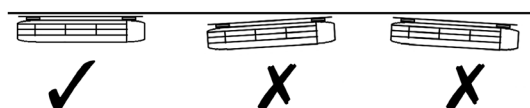

Figura 8
- a. Position the installation plate ① Nivelada e numa parede suficientemente firme e deixe um espaço livre à volta da placa de instalação. Consulte a figura 8.
- b. Se a parede for feita de tijolos, betão ou material semelhante, é necessário fazer oito furos com um diâmetro de 5 mm na parede. Insira os tampões ② para os respetivos parafusos de montagem ③ na parede.
- c. Monte a placa de instalação ① na parede com oito parafusos tipo "A" ③.